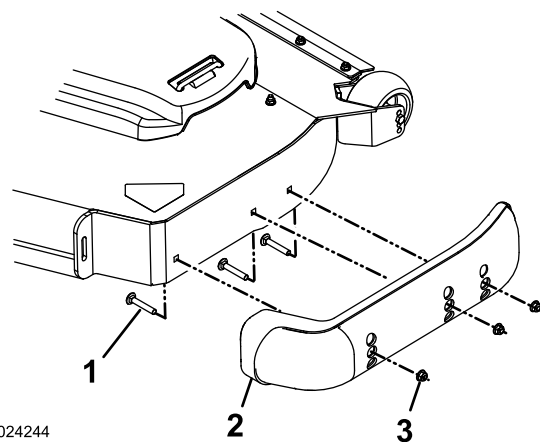

Figure 37
- Retirez les boulons à embase et les écrous de chaque patin (Figure 37).